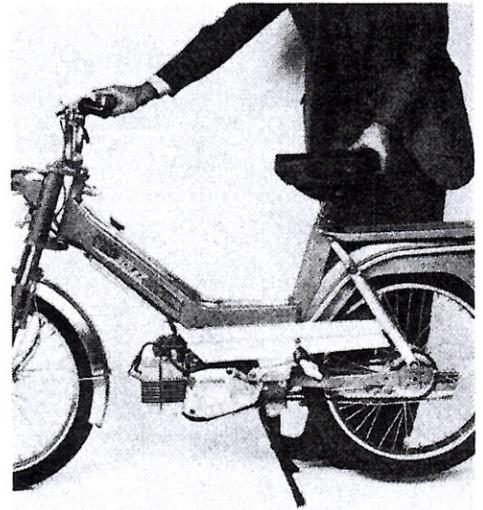

Fig. 4
- Freinez la roue AR et relevez la béquille. Il est vivement recommandé de « soulager » le SOLEX 8000 pour éviter la détérioration de la béquille (fig. 4).
Au moment de la mise sur roue ou sur béquille de la machine, il est recommandé d'accompagner le cycle, en retenant la béquille du pied et en soutenant la selle (fig. 4).